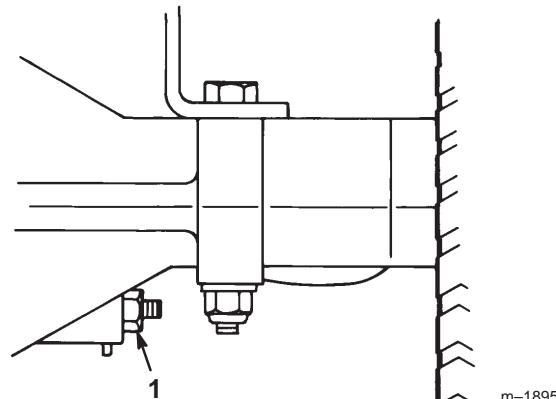

Bild 21
Die Bremse befindet sich an der rechten Seite der Hinterachse im Hinterreifen (Bild 21). Wenn die Bremse nicht sicher greift oder die Bremsleistung nicht ausreicht, ist eine Einstellung erforderlich.
2. Drehen Sie zum Erhöhen des Bremswiderstands die Bremseneinstellmutter (Bild 21) 1/8 Umdrehung im Uhrzeigersinn; dann kontrollieren Sie die Bremse wieder. Wiederholen Sie die Einstellung und Kontrolle so lange, bis die Bremse richtig eingestellt ist.